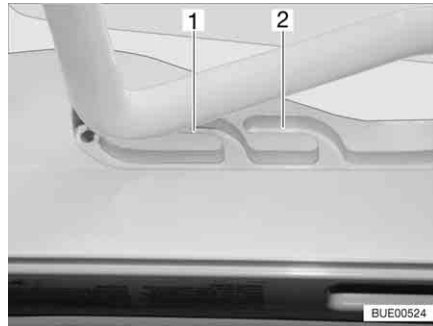
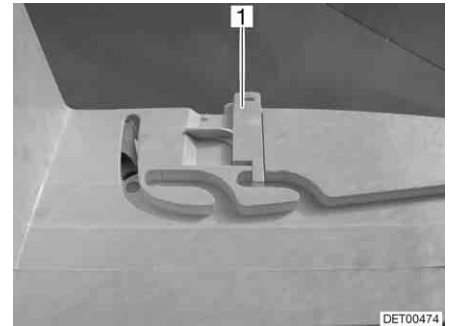

Fig. 89 Claraboya Heki en posición de ventilación
Fig. 90 Bloqueo de la posición de ventilación
La claraboya Heki se puede colocar en dos posiciones de ventilación: Posición de mal tiempo (Fig. 89,1) y posición mediana (Fig. 89,2). Según el modelo, la claraboya podrá ser bloqueada en la posición central con los dos pestillos (Fig. 90,1) a la izquierda y la derecha en el marco de la claraboya.
- Presionar el estribo ligeramente hacia arriba y empujarlo en la guía seleccionada (Fig. 89,1 ó 2) y, si fuera necesario, bloquearlo.